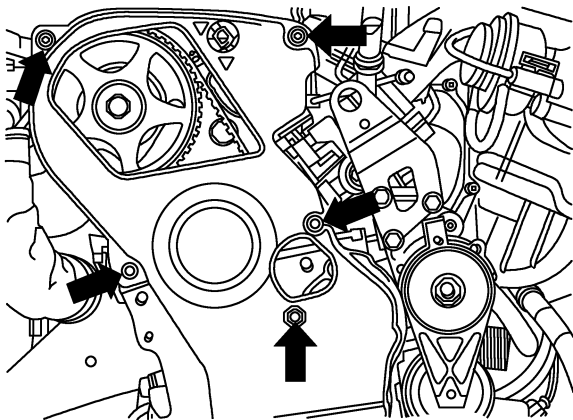

图 1-3-6 将正时带护罩从发动机上取下
(5) 如图 1-3-6 所示,拧出正时带护罩的其他螺栓,并将正时带护罩从发动机上取下,标出正时带的转动方向,松开张紧轮并取下正时带,然后将曲轴略微向反方向旋转。